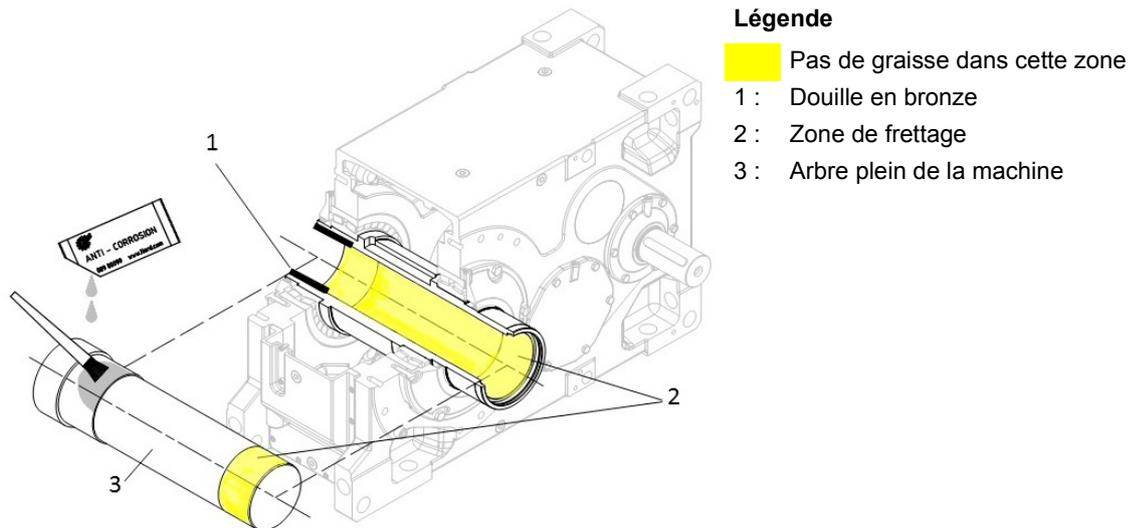

Figure 12 : Montage de l'arbre plein de la machine dans le cas d'arbres creux spéciaux avec frette de serrage
- b. Dans le cas d'un arbre creux spécial avec douille en bronze, l'arbre plein de la machine doit être graissé dans la zone qui sera ultérieurement en contact avec la douille dans l'arbre creux du réducteur (Figure 12). Le logement de la frette de serrage doit impérativement rester sans graisse.